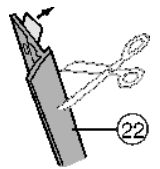

Fig. 13
- ▶ Наклейте облицовочную планку Fig. 13 (22) со стороны ручки заподлицо с лицевой стороной на боковую стенку устройства: снимите защитную пленку и наклейте облицовочную планку.
- ▶ При необходимости укоротите облицовочную планку Fig. 13 (22) по высоте ниши.